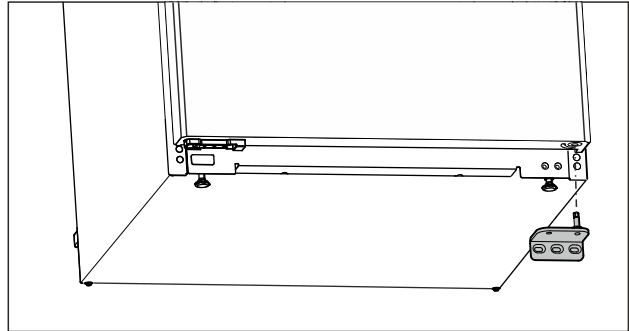

Fig. 16
- ▶ Свалете лагерната стойка надолу. (виж Fig. 16)